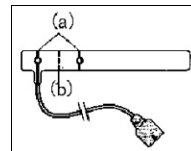

図 1
- (1) 本品を台紙からはがすと、粘着側には 2 つの透明な窓がある。この窓の内側に光学系がある。粘着側でない方には窓に対応するアライメントマーク(a)とその中間に点線(b)がある(図 1)。
- (2) 本品を装着する際は、点線(b)が装着部位の端にくるようにする。